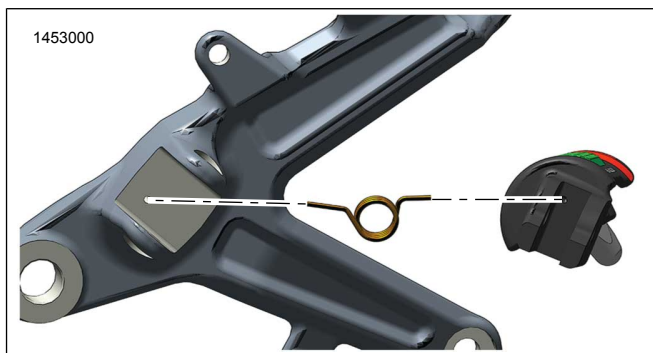
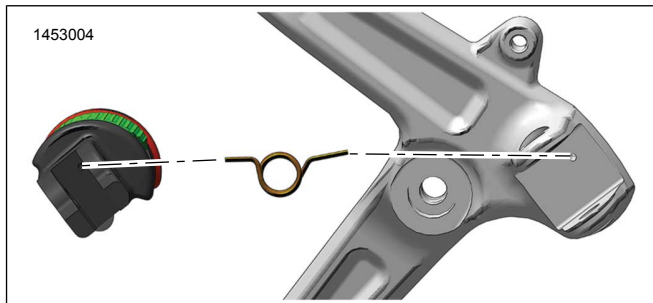

Figure 5. Return Spring Orientation - Kanan
Figure 6. Return Spring Orientation - Kaliwa
2. Tingnan ang Figure 5 o Figure 6 . Iposisyon ang return spring (B) sa footpeg assembly.